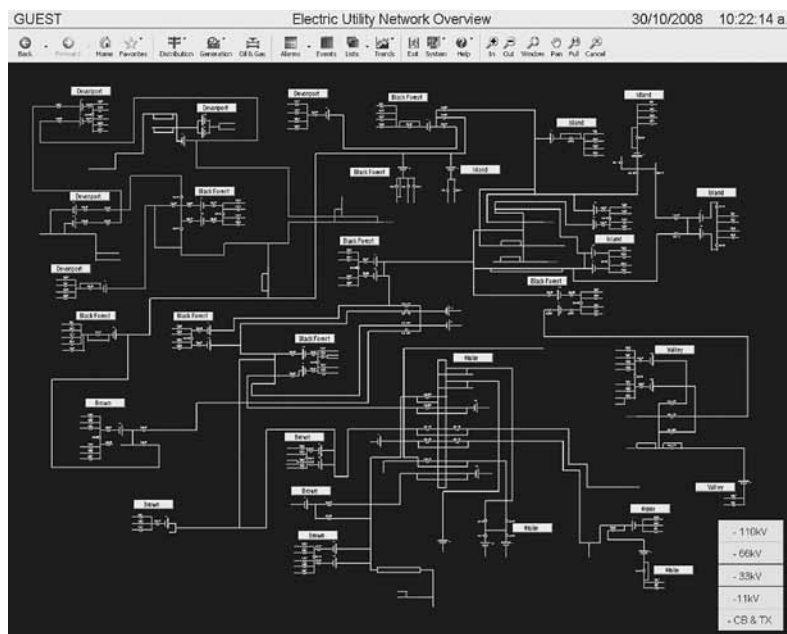

Рис. 1. Общая схема распределительных сетей
- графическое отображение схемы подстанции с визуализацией аварийных сигналов и коммутационного положения аппаратов (рис. 1, 2);